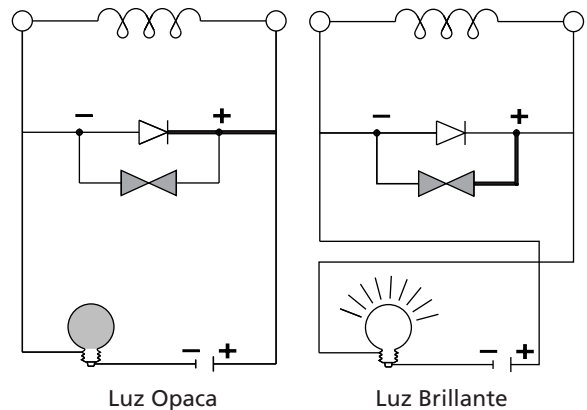

Figura 3 - Método para probar los diodos
2. Conecte la batería y el foco tal como se muestra en la Figura 3.